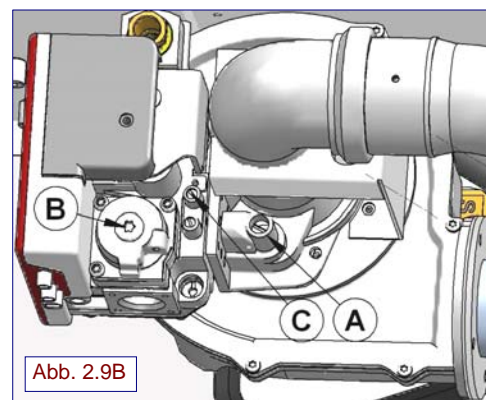

Abb. 2.9B
NB: Die Schraube (B) (Abb. 2.9B) des Gasventils erfordert keine Einstellung, da das Ventil werkseitig bei der Abnahme auf das Gemischverhältnis 1:1 voreingestellt ist.